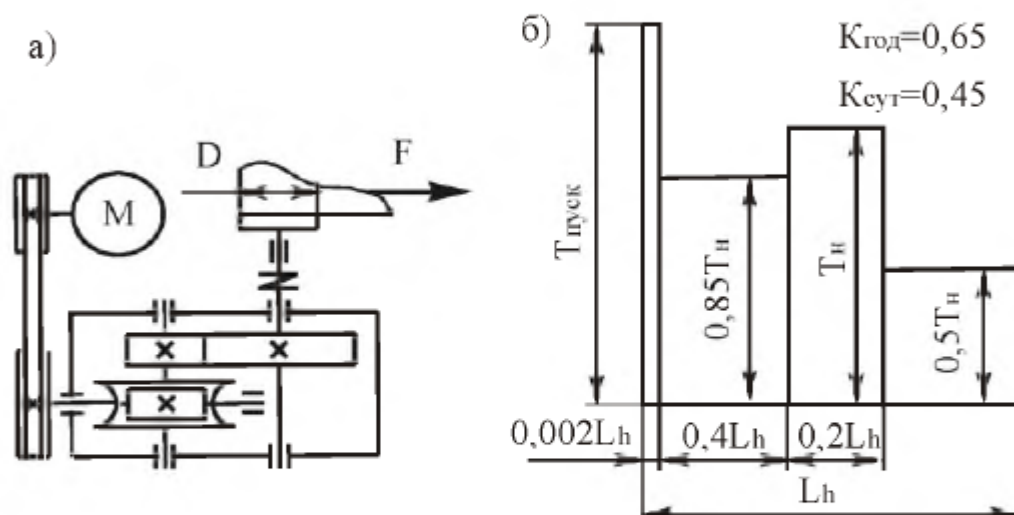

Рис. 6.14. Привод ленточного конвейера:
**Тема 14.** Спроектировать привод ленточного конвейера (рис. 6.14, табл. 6.14). Привод вала барабана ленточного конвейера осуществляется от асинхронного электродвигателя общего машиностроительного применения через открытую ременную передачу и червячно-цилиндрический редуктор. Быстроходная ступень редуктора выполнена с верхним расположением червяка. Выходной вал редуктора соединен с валом барабана упругой муфтой.